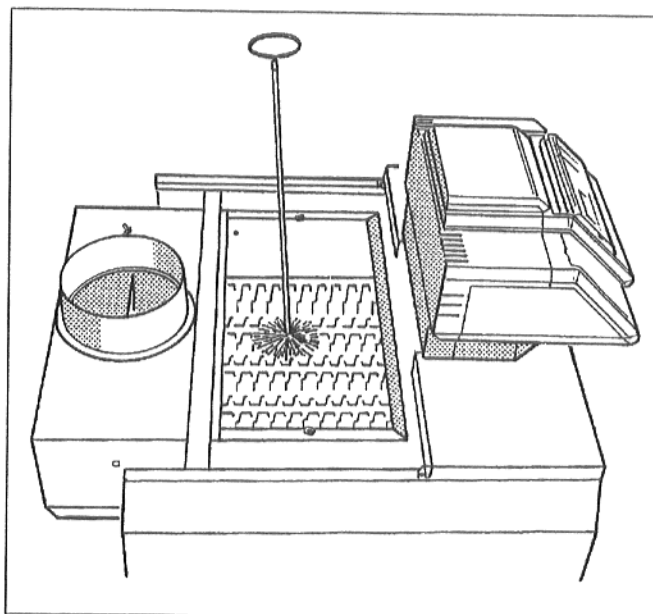

Рис. 31: Очистка щеткой
- Прочистить щеткой газоходы дымового газа (Рис. 31).